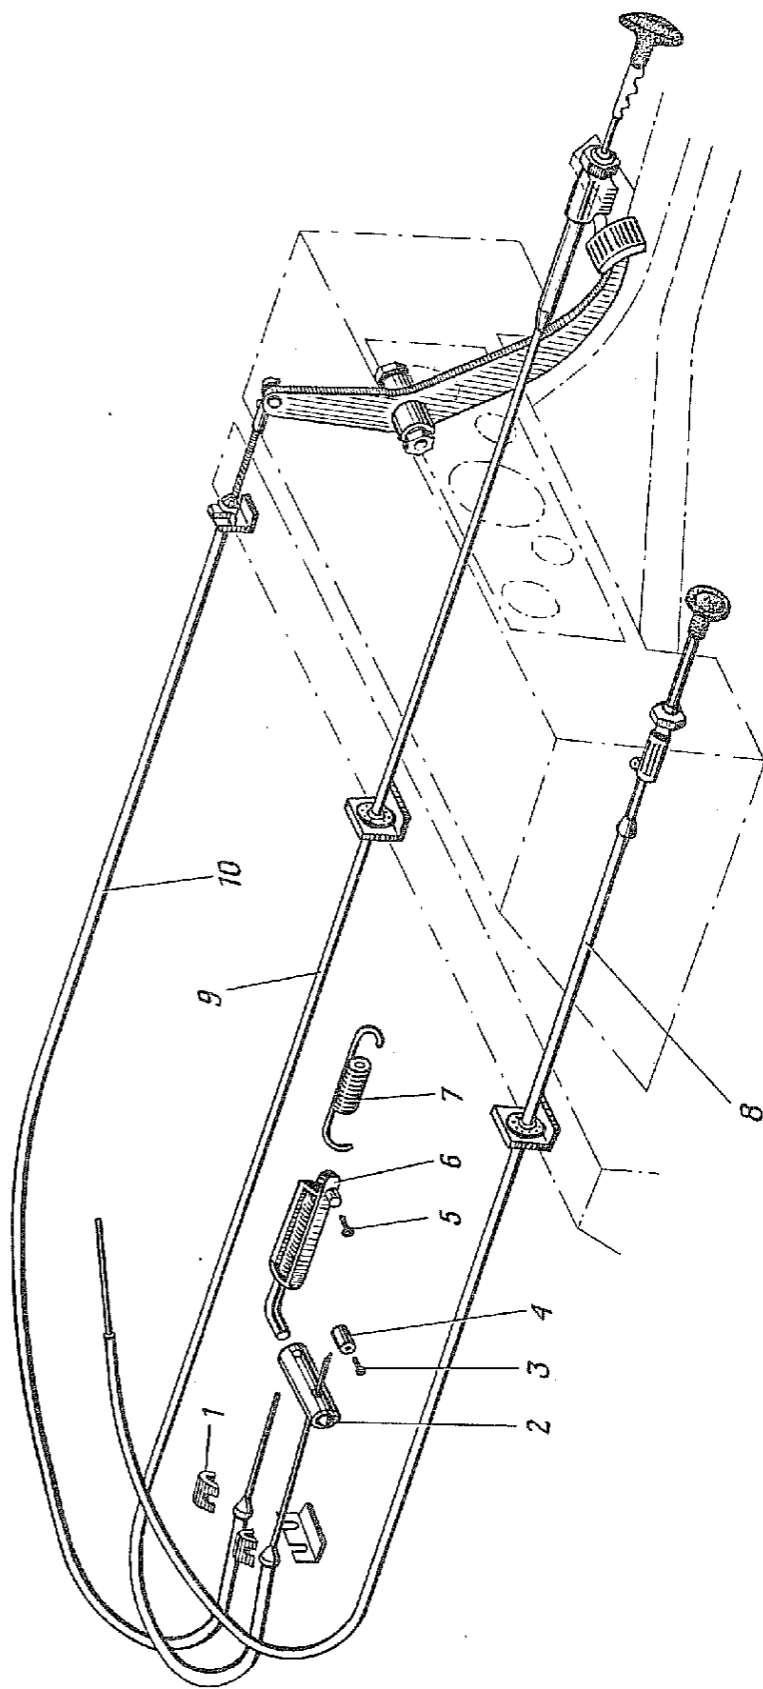

Рис. 48. Тяги управления воздушной и дроссельной заслонками:
- 1.8. Отсоединить от карбюратора тягу 8 (рис. 48) привода воздушной заслонки (отвертка 150×0,5).
2.9. Присоединить тяги 9 (рис. 48) и 10 ручного и ножного приводов дроссельной заслонки к карбюратору (плоскогубцы 150, отвертка 150×0,5).